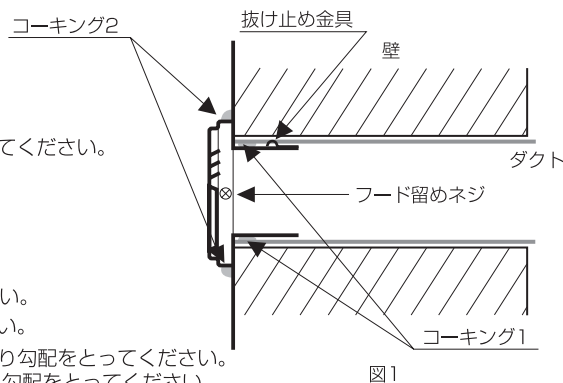

図1
1. 差込の周辺部にコーキング材を塗布し、ダクトに挿入します。(図1:コーキング1)
2. 外周部をコーキングします。(図1:コーキング2)